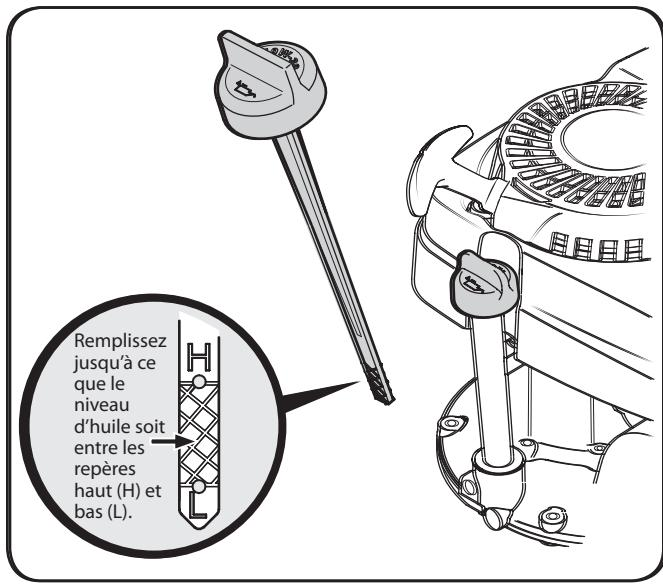

Figure 3-3
1. Enlevez le capuchon de remplissage de l'huile et essuyez la jauge à huile. Voir la Figure 3-3 .
3. Sortez la jauge à huile du goulot de remplissage. Si le niveau d'huile est bas, ajoutez lentement de l'huile jusqu'à ce que le niveau d'huile soit entre les repères haut (H) et bas (L). Voir la Figure 3-3.